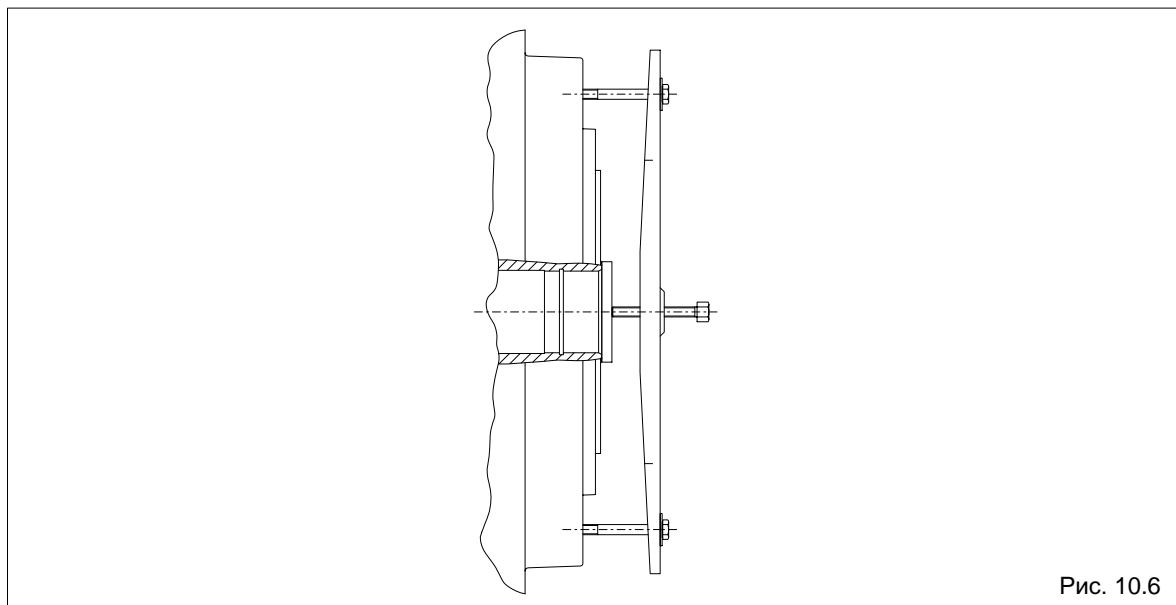

Рис. 10.6
Для снятия кожуха и крышки нужно использовать шпиндель с пневмоприводом вращения с перекладной и тянущими винтами, как это представлено на рис. 10.6. Усилие давления действует на торцевую сторону пустотелого стального вала. Тянущие винты вводятся в фланцевую резьбу (108) кожуха или, соответственно, крышки. После снятия кожуха и крышки становятся доступными внутренние части (подшипники качения, уплотнительные кольца вала и т.д.). Каждый раз при монтаже муфты нужно заменять уплотнительные элементы на новые.